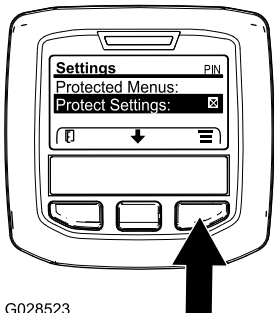

Figura 16
1. Desde el MENÚ PRINCIPAL, use el botón central para desplazarse hacia abajo hasta el menú AJUSTES y pulse el botón derecho (Figura 16).